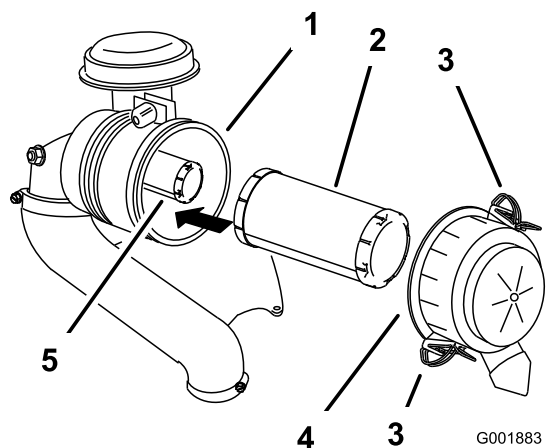

Figure 45
3. Ouvrez les dispositifs de verrouillage du filtre à air et détachez le couvercle du boîtier du filtre (Figure 45).
5. Sortez le préfiltre du boîtier du filtre avec précaution (Figure 45).
2. Si vous remplacez l'élément intérieur, insérez-le avec précaution dans le boîtier du filtre (Figure 45).
3. Placez ensuite le préfiltre sur l'élément de sécurité avec le même soin (Figure 45).
4. Remettez en place et verrouillez le couvercle du filtre à air (Figure 45).